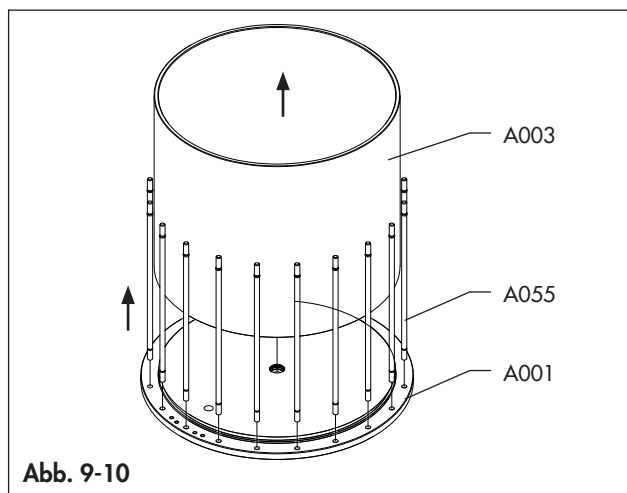

Abb. 9-10
- Lösen und entfernen Sie den Zylinder (A003) vom Flansch (A001), wie in Abb. 9-10 gezeigt.